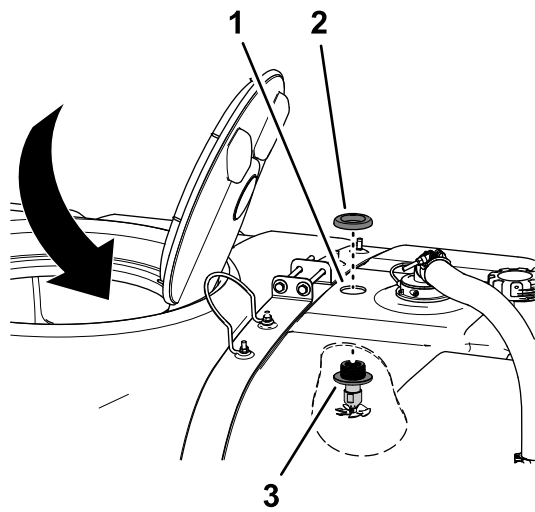

图21
1. 如图21所示通过 41cm 开口在水箱内工作将喷嘴总成通过对喷洒药缸钻孔 (页码 7)中钻的孔向上对齐。
2. 将塑料凸缘螺母组装到隔板接头的螺纹上然后用手拧紧凸缘螺母图21。